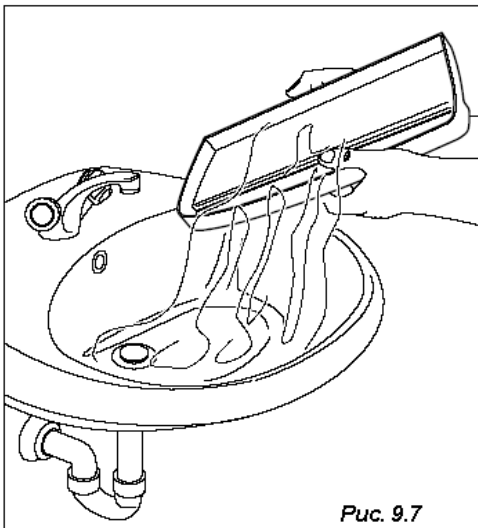

Рис. 9.7
- слейте всю жидкость из раздаточной камеры (Рис. 9.7).